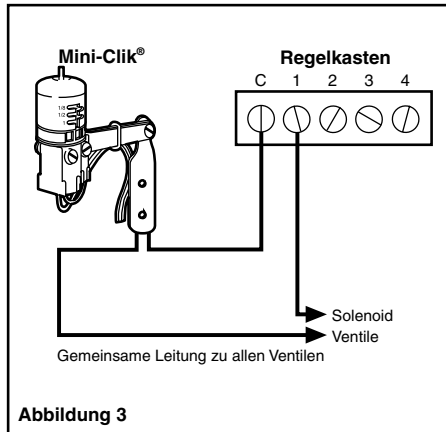

Abbildung 3
- 24-Volt Magnetventile (ohne Zwischenpumpe) (siehe Abbildung 3) Lokalisieren Sie nach Verkabelung der beiden Leitungen vom Mini-Clik mit dem Regelkasten die „gemeinsame Erdungsleitung“ der Magnetventile. Sollte sie an den gemeinsamen Eingang am Regelkasten angeschlossen sein, so trennen Sie sie bitte. Befestigen Sie die eine Leitung des Mini-Clik auf dem Regelkasten mit dem „gemeinsamen“ Eingang (gewöhnlich mit „C“ gekennzeichnet). Befestigen Sie die andere Leitung des Mini-Clik mit der gemeinsamen, zu den Ventilen führenden Leitung.